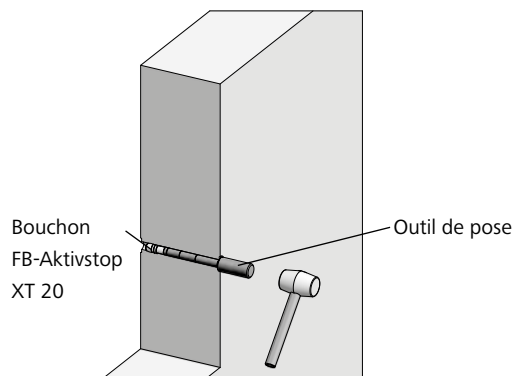

Fig. 78.4
3. Utiliser l'outil de pose (inclus dans le kit FB-Aktivstop XT) et le maillet pour enfoncer davantage le bouchon FB-Aktivstop (Fig. 78.4). Pour faciliter le positionnement du bouchon FB-Aktivstop dans le trou de banche, l'outil de pose dispose d'anneaux de marquage (épaisseurs de voile de 15, 20, 24, 25 et 30 cm). L'outil doit être raccourci, en fonction de l'épaisseur du voile, au niveau de l'anneau correspondant. L'outil de pose doit être enfoncé pour arriver en butée (Fig. 78.4). Si le voile béton a une autre épaisseur, la longueur de l'outil de pose peut être adaptée en utilisant la formule suivante : Épaisseur du voile (en cm) - 6,7 cm (voir exemple ci-dessous).